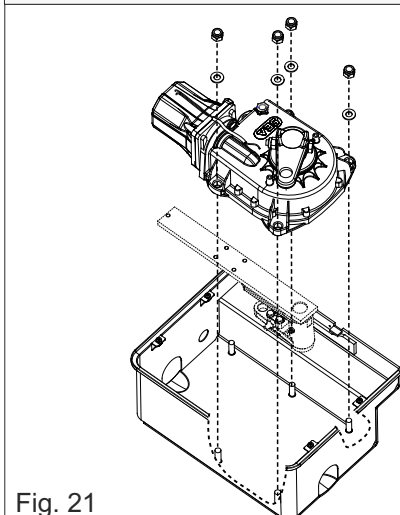
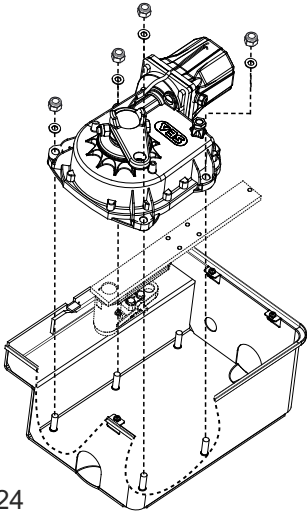

Fig. 21
Fig. 24
**5.1.** Positionner l'opérateur en correspondance des vis déjà préparées à l'intérieur du caisson; visser l'opérateur à l'aide des rondelles et des écrous fournis (Fig.21 ou Fig.24)